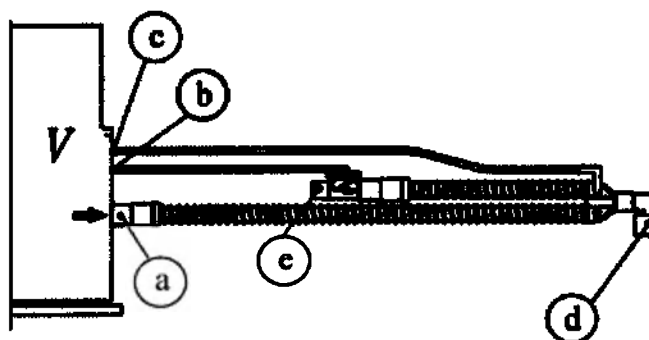

Рисунок 1
9. Информация о порядке установки, монтажа, настройки, калибровки и иных действиях, необходимых для ввода медицинского изделия в эксплуатацию	УКАЗАНИЯ ПО ПРИМЕНЕНИЮ Сборка контура с двухходовым клапаном (рис. 1) 1. Подсоедините патрубок линии вдоха (а) к аппарату ИВЛ. 2. Подсоедините управляющую трубку клапана выдоха (если она имеется) к соответствующему порту аппарата ИВЛ (b). 3. Подсоедините линию контроля давления (если она имеется) к соответствующему порту аппарата ИВЛ (с). 4. Подключите коннектор пациента (d) к интубационной трубке, к маске или к мундштуку. 5. Рекомендуется установить антибактериальный фильтр на инспираторный порт (а) или на тройник пациента (d) с целью сократить риск взаимного заражения. Сборка контура с трехходовым клапаном (рис. 2 и 3) 1. Подключите коннектор (а) к вентилятору. 2. Подсоедините управляющую трубку (если она имеется) клапана выдоха к соответствующему порту аппарата ИВЛ (b). 3. Подсоедините линию контроля давления (если она имеется) к соответствующему порту аппарата ИВЛ (с). 4. Прикрепите коннектор (d) к пациенту. 5. Рекомендуется установить антибактериальный фильтр на инспираторный порт (а) или коннектор пациента (d) с целью сократить риск взаимного заражения. Монтаж датчика потока на контур (рис. 4) Если датчик еще не подключен к контуру, подключите его описанным ниже образом. 1. Подключите коннектор (f) – со стороны прозрачной трубки – к коннектору пациента (d) контура, а коннектор (g) – со стороны голубой трубки – к адаптеру (h). Адаптер (h) позволяет подключиться к интерфейсу пациента (прямо или через угловой адаптер). Сторона датчика с голубой трубкой должна быть направлена в сторону пациента. 2. Подключите трубки датчика потока под передней панелью вентилятора. 3. Во избежание сгибания и образования конденсата датчик потока следует устанавливать трубками вертикально вверх. 4. Датчик потока оснащен зажимом, обеспечивающим надежное крепление к трубкам контура. 5. Прежде чем использовать на пациенте, необходимо выполнить калибровку датчика потока. Для выполнения калибровки следуйте указаниям, содержащимся в руководстве по эксплуатации аппарата